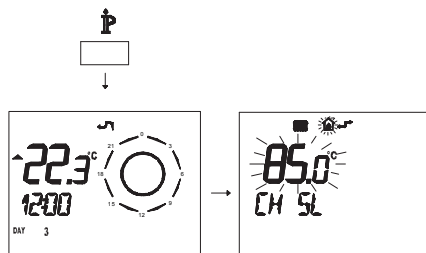

Figura 5.44
- Pulse durante más de 3 segundos el botón  para entrar en la modalidad **INFO** (Figura 5.44).